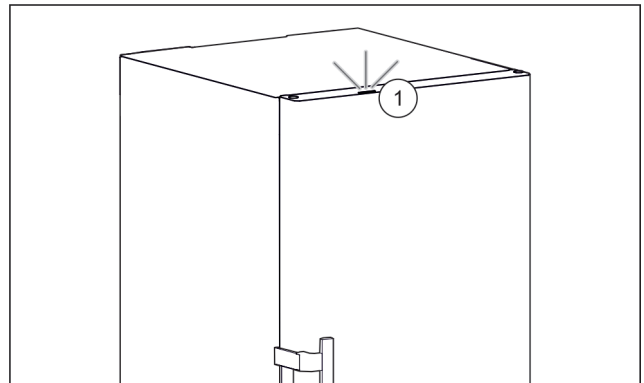

Fig. 90 Aktives Statuslicht bei geschlossener Tür
- ▶ Statuslicht Fig. 90 (1) ist aktiviert.